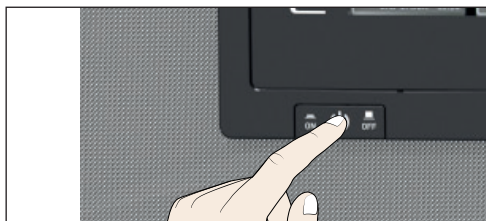

Fig. 26 Deaktivering af enheden
5. Deaktiver enheden med hovedafbryderen (Fig. 26).